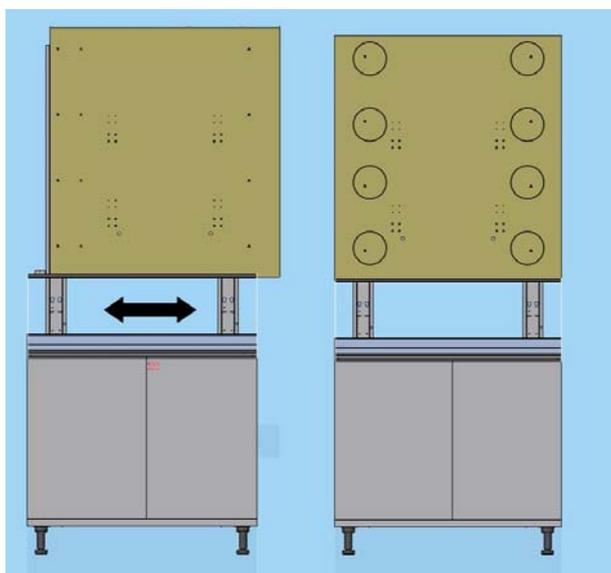

Figura 3
- 2) Posizionare orizzontalmente lo schienale centrandolo rispetto alla base figura 3
- 3) Una volta che lo schienale è posizionato correttamente fissarlo utilizzando le viti in dotazione sui fori cerchiati in nero in figura 3